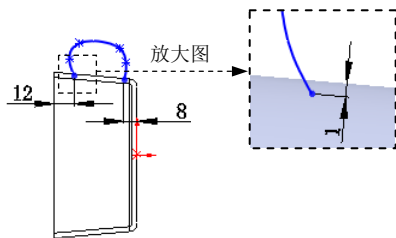

图 3.29.8 草图 2
Step6. 创建图 3.29.8 所示的草图 2。选择下拉菜单 **插入(I)** **草图绘制** 命令；选取图右视基准面作为草图基准面，绘制图 3.29.8 所示的草图 2；绘制完成后选择下拉菜单 **插入(I)** **退出草图** 命令，退出草图绘制环境。